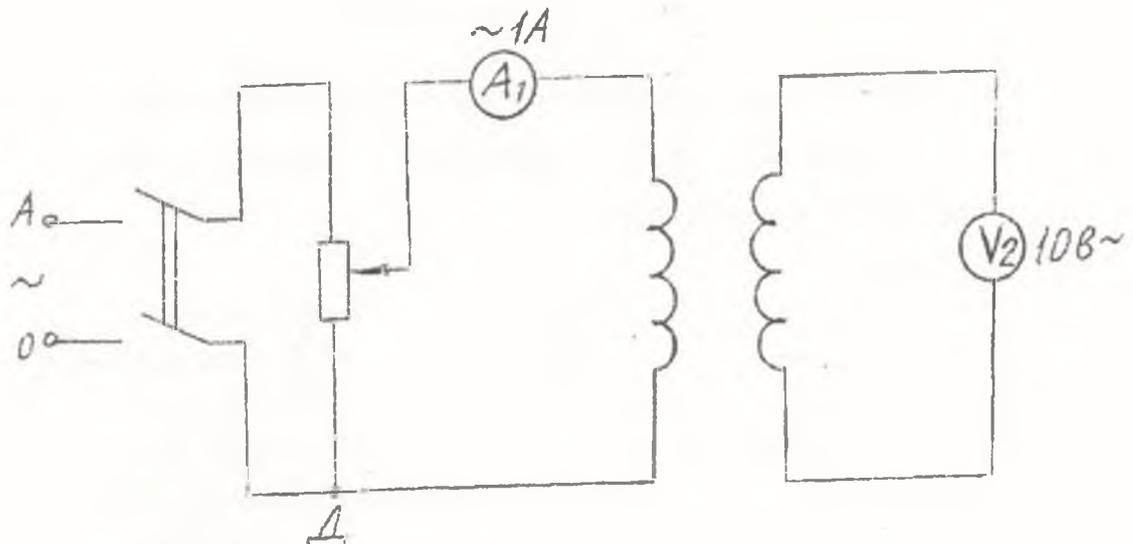

Рисунок 8 – Схема электрической цепи для изучения взаимной индукции
2. Собрать эл. схему цепи, изображенную на рис.8.
4. Изменится ли взаимная индуктивность, если в схеме рис.8 поменять катушки местами?